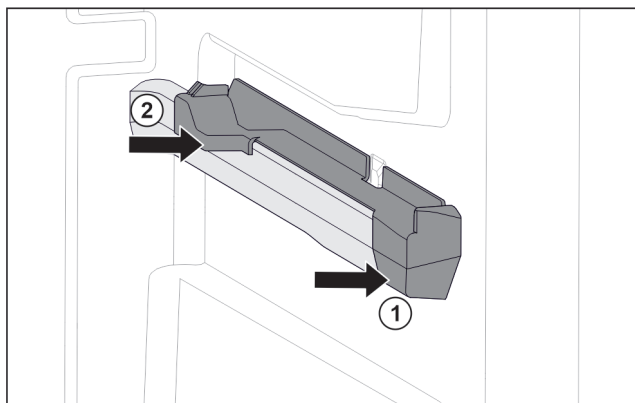

Fig. 148 Element nasadzany na prawym żebrze pojemnika
- ▶ Umieścić element nasadzany z przodu na żebrze pojemnika. Fig. 148 (1)
- ▶ Docisnąć element nasadzany z tyłu. Fig. 148 (2)